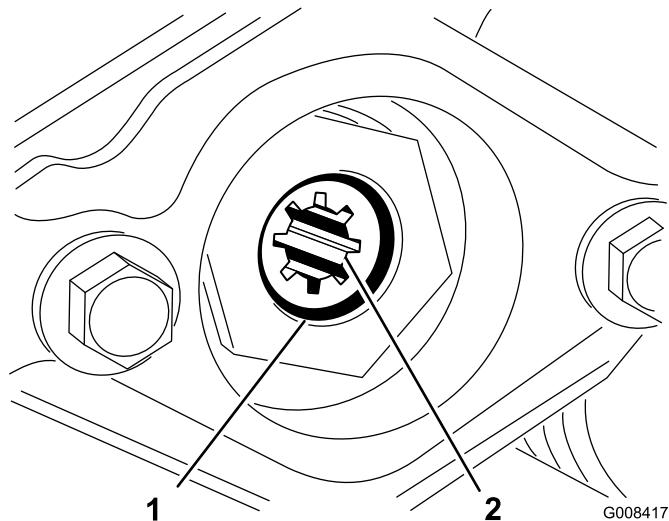

Figure 9
3. Vis Allen (2)
4. Retirez le jonc d'arrêt qui fixe l'accouplement d'entraînement dans le tube du cylindre (Figure 9). Enlevez l'accouplement d'entraînement.
5. Appliquez de la graisse à l'intérieur de l'accouplement d'entraînement. Montez l'accouplement à l'extrême gauche du tube de cylindre du plateau de coupe au moyen d'un jonc d'arrêt (Figure 9).